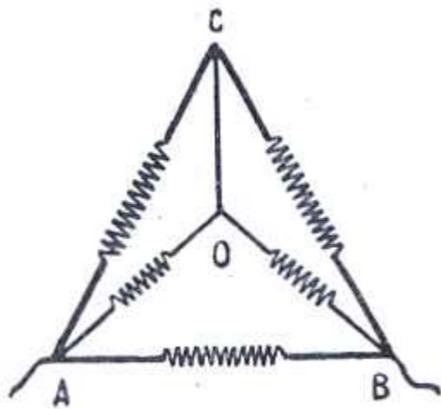

Рис. 3.
6. Найдите сопротивление участка  $AB$ , если сопротивление каждого из проводов, изображенных на рис. 3, равно одному ому?